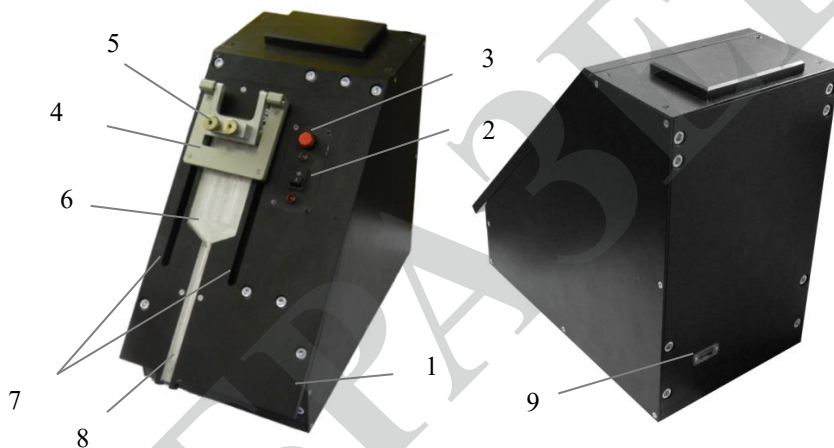

Рисунок 1 – Внешний вид прибора Константа УДС
1.4.1 Внешний вид прибора представлен на рис. 1